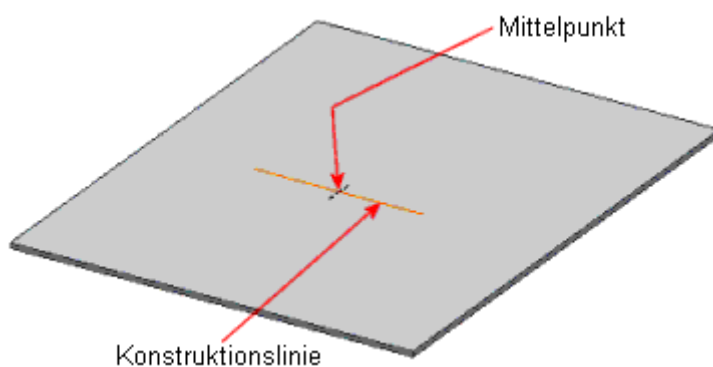

Bild 5: Basisskizze
1. Skizzieren Sie eine horizontale Konstruktionslinie ähnlich der in Bild 5.
3. Plazieren Sie einen *Bohrungsmittelpunkt* in der Mitte der Linie (siehe Bild 5).